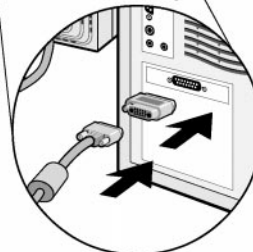
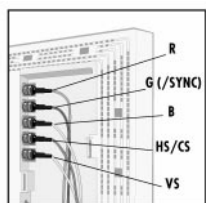

Abbildung B.2
Abbildung C.1
Beim Mac: Stecken Sie das eine Ende des Videosignalkabels auf die entsprechende Buchse hinten am Monitor (Abbildung B.1). Stecken Sie den Mac-Kabeladapter auf die Buchse der Grafikkarte Ihres Mac und das andere Ende des Videokabels auf den Mac Kabeladapter (Abbildung B.2). Ziehen Sie alle Schrauben fest. Fahren Sie bei 4. fort.
3. Schließen Sie das BNC-Kabel an die entsprechenden Anschlüsse auf der Rückseite Ihres Monitors an. Schließen Sie das rote BNC-Kabel an den auf dem Monitor mit R gekennzeichneten BNC-Anschluß, das grüne BNC-Kabel an den mit G (/Sync) gekennzeichneten BNC-Anschluß und das blaue BNC-Kabel an den mit B gekennzeichneten BNC-Anschluß an. Sollten Sie ein viertes BNC-Kabel haben, schließen Sie dieses bitte an den mit HS/CS gekennzeichneten Anschluß an. Ein möglicherweise vorhandenes fünftes BNC-Kabel (Vertikal-Synchronisation) an den mit VS gekennzeichneten Anschluß (Abbildung C.1). Schließen Sie das andere Ende am Computer an. Beim PC verwenden Sie Abbildung A.2. Beim Macintosh verwenden Sie Abbildung B.2.